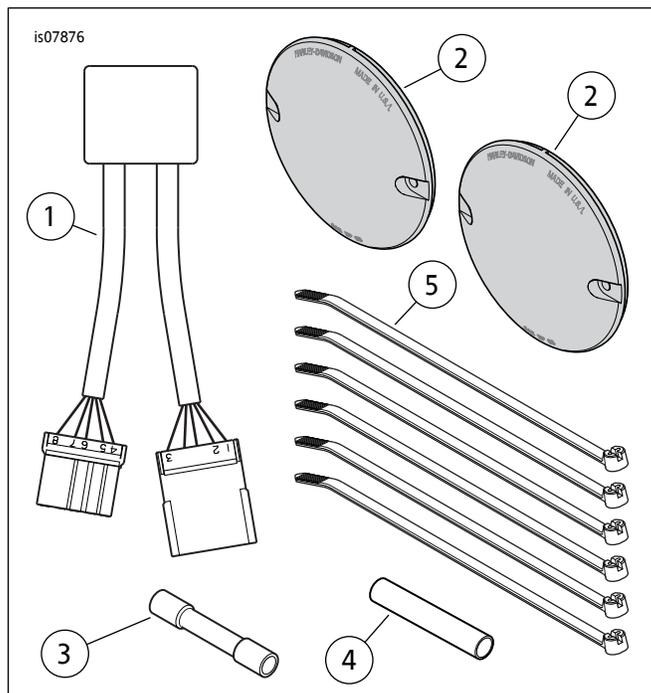

图3。维修零件：辅助刹车灯/行车灯/转向信号灯转换套件
参见图3和表1。
2. 参见图3。从套件中取出转向信号模块( 1 )。将模块连接器插接至来自步骤1的连接器。搭扣到位。
6. 参见图3。从套件中取出红色转向信号透镜(2)。将红色透镜安装至后转向信号灯罩。使用原厂螺丝固定。可靠拧紧。对另一个透镜重复操作。